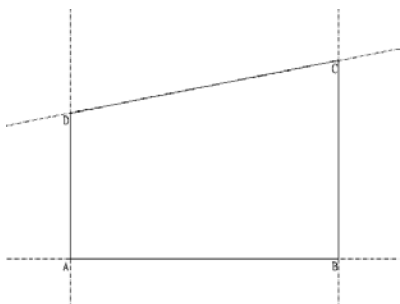

图 15.73 构造线
(4) 执行构造线命令，沿已绘制好的边界线绘制 4 条构造线作为辅助线，如图 15.73 所示。